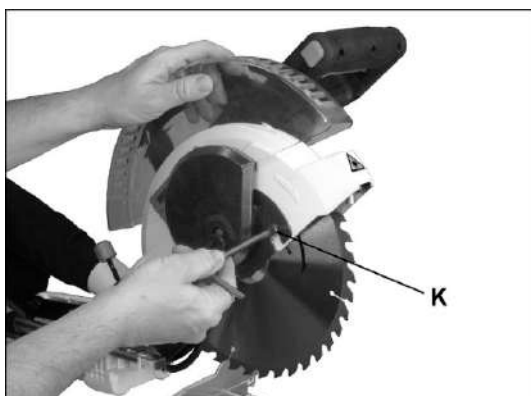

Рис. 4-3
3. До конца поднимите нижний защитный кожух пильного диска и удерживайте его в этом положении. См. Рис. 4-3.
4. С помощью крестовой отвертки ослабьте винт накладной пластины (К, Рис. 4-3).
13. Верните накладную пластину в ее первоначальное положение, чтобы винт (К, Рис. 4-3) полностью вошел в паз пластины. Удерживая нижний защитный кожух пильного диска в верхнем положении, как показано на Рис. 4-3, затяните винт.